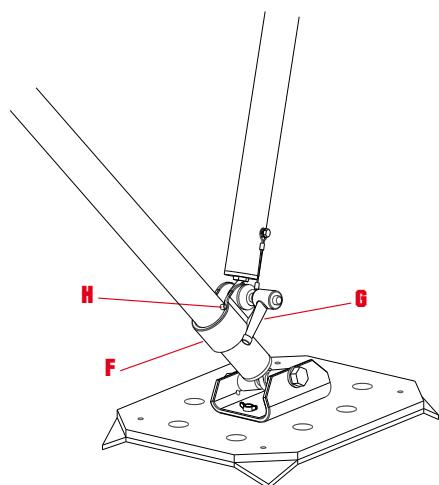

fig. 6
e) Posizionare i collari (F) contro la spina elastica (H) e fissarli mediante la leva di bloccaggio (G) - (fig. 6).